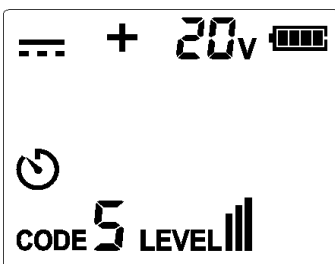

Abbildung 9.1a DC-Spannungsmessung
4. Wenn die Spannung 8 V ~ 480 V DC/AC (50/60 Hz) beträgt. Wenn die gemessene Spannung eine DC-Spannung ist und der positive Pol mit dem V+ Anschluss verbunden ist, wird die Polarität des Anschlusses angezeigt (die Polarität des V+ Anschlusses ist „+“). Wie in Abbildung 9.1a dargestellt.